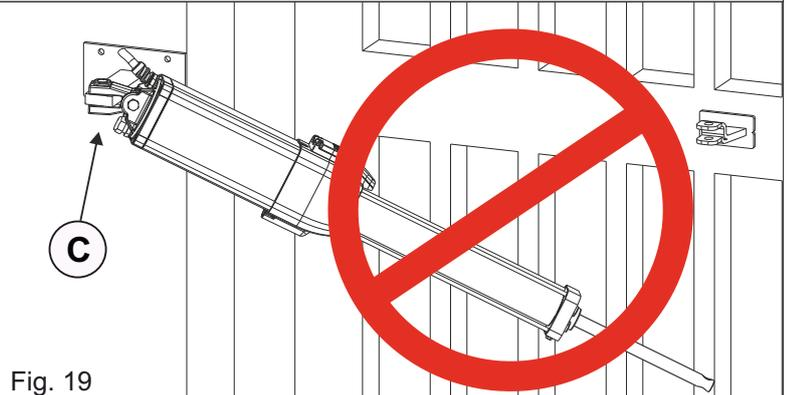

Fig. 19
**⚠ Ne pas incliner l'opérateur au-delà de l'angle permis par la fourche oscillante «C» - Fig. 19